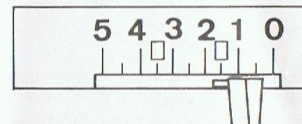
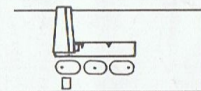

Abb. 23
Abb. 24
(Abb. 23)
(Abb. 24)
Knopflochfuß einsetzen. Länge und Lage des Knopfloches z. B. mit Kreide auf den Stoff zeichnen. Zickzack-Einstellhebel (6) auf Knopfloch-Motiv $\frac{2}{1} \square \frac{1}{1}$ stellen (Abb. 23). Stichlänge so einstellen, daß die Stiche dicht beieinander liegen. Sticlagenhebel (7) auf Motiv $\frac{1}{1} \square$ stellen (Abb. 24). Stoff mit vorgezeichnetem Knopfloch unter den Nähfuß legen. Die erste Naht von Punkt a bis Punkt b nähen.